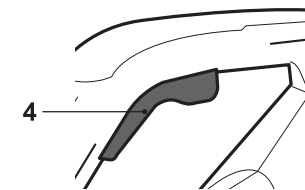

Fig. 15
- > Pulse el interruptor de encendido/apagado (4) para encender el producto (Fig. 15).
- > Suelte el interruptor de encendido/apagado (4) cuando desee apagar el producto.